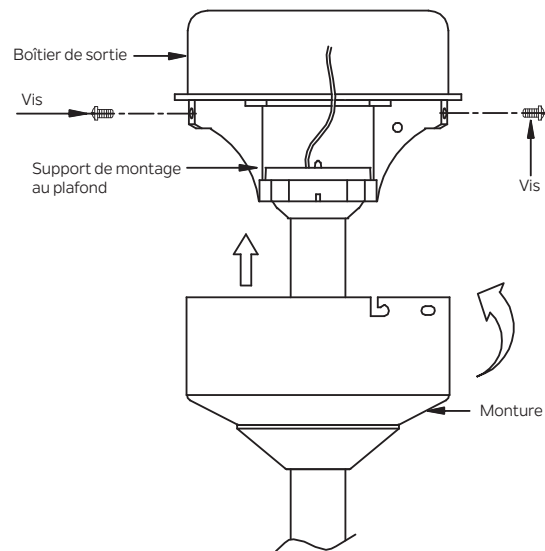

Fig. 17
**Étape 2.** Faites glisser l'auvent jusqu'au plafond et fixez l'auvent au support de montage au plafond à l'aide de 4 vis sur le bord supérieur du support de montage. Insérez chaque vis dans le trou de montage de la canopée et dans le support de montage. Serrez bien toutes les vis. (Fig. 17)